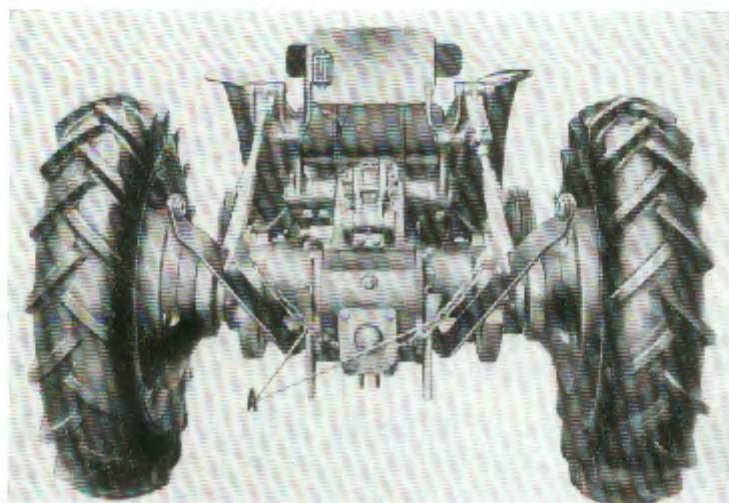

Fig. 23
- A limiter le mouvement latéral des barres d'attelage inférieures à l'aide de chaînes de débattement A (fig. 23). Ces chaînes peuvent rester montées sur le tracteur lorsqu'il est ramené à la voie étroite.